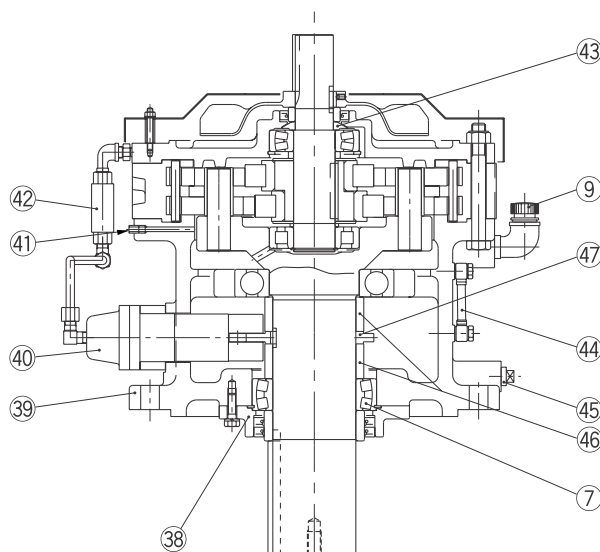

Fig. 30 Tipo CVV (Vertical, Redutor)
(5) No tipo vertical com bomba mecânica, o rolete na ponta do embolo deve ser montado de tal forma que fique em contato com a came (47) (Fig 30 na Pág.31) para possibilita-la a girar. Nesse momento, a posição deve ser fixada com a marca UP, da bomba, para cima (**Tamanhos 6205 ate 6265**) ou pino cisalhamento (**Tamanhos 6160 ate 6195**).
(6) Após da montagem, verifique se não existem anormalidades e teste o CYCLO Drive.